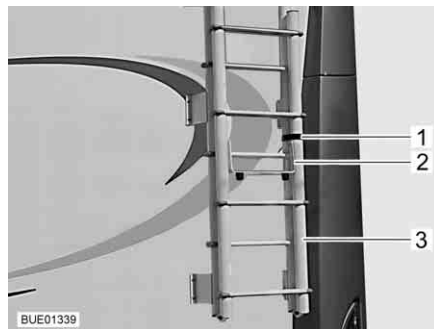

Fig. 2 Escada desdobrável, escada dobrada para cima
- Abra as correias (Fig. 2,1) na escada (Fig. 2,3) na traseira do veículo.
- Desdobre o arco de proteção (Fig. 2,2).